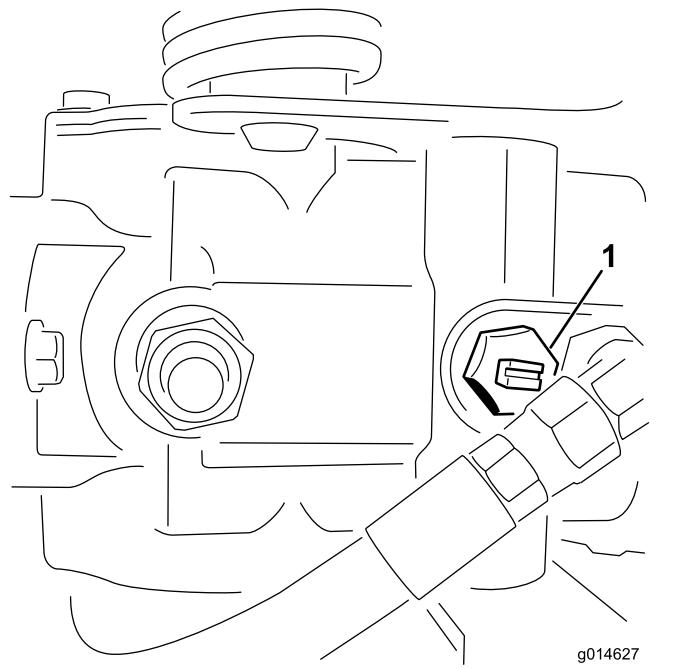

Bild 24
- Ermitteln Sie das Sicherheitsventil an der Pumpe und drehen es so, dass der Schlitz vertikal ist (Bild 24).
2. Schließen Sie vor dem Starten des Motors das Sicherheitsventil. Drehen Sie den Schlitz des Ventils in die horizontale Stellung (Bild 24).